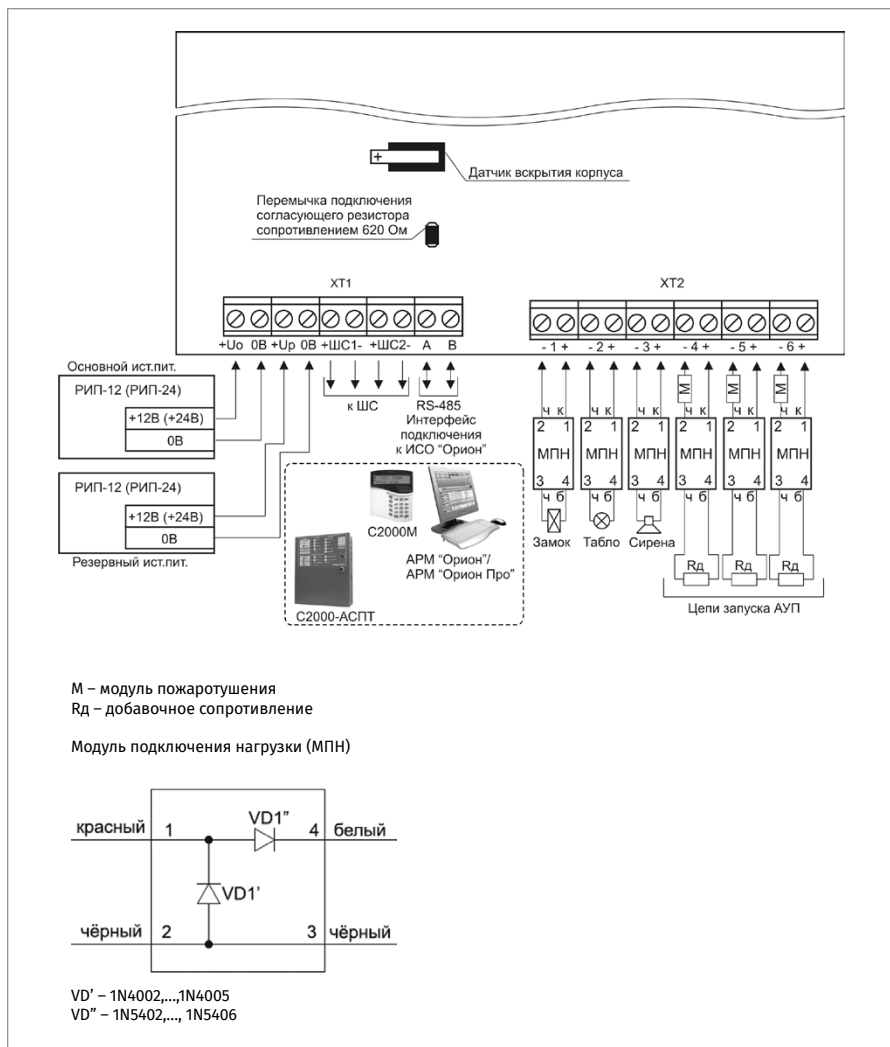

Рисунок 14. Схема внешних соединений блока C2000-КПБ
1. Схема внешних соединений блока С2000-КПБ приведена на Рисунок 14.